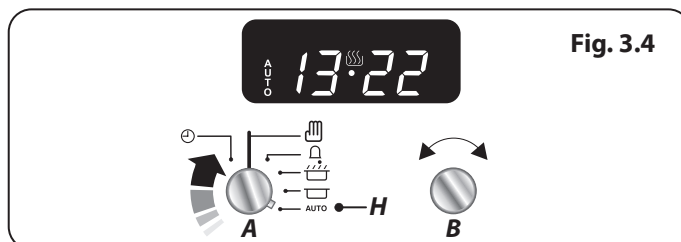

Fig. 3.4
1. Tournez le bouton de réglage (B) dans le sens antihoraire ou horaire (Fig. 3.4).
2. Avec le bouton de la minuterie (A), sélectionnez soit l'horloge (C) ou le réglage du rappel de minute (E). Retournez sur le réglage manuel (D) pour le mode de cuisson normal (Fig. 3.4).
3. Tournez le bouton de la minuterie (A) sur le réglage Auto (H) (Fig. 2.27). L'affichage indique alors l'heure actuelle, le symbole Cuisson et le mot « AUTO » (Fig. 3.4).